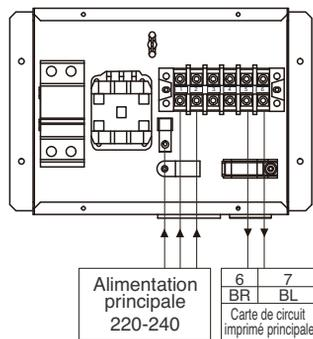

Figure 2
**Étape 2.** Branchez le ballon d'eau sanitaire sur l'alimentation principale comme vous pouvez le voir illustré dans la Figure 2.
**Étape 3.** Branchez le ballon d'eau sanitaire sur la carte de circuit imprimé principale (élément thermique) comme vous pouvez le voir illustré dans la Figure 2.